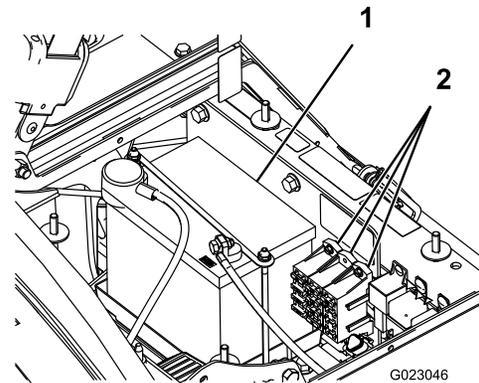

Figura 49
Hay 2 bloques de fusibles y 1 ranura vacía en el sistema eléctrico. Se encuentran debajo del asiento (Figura 49).
2. La batería está situada en el lado derecho de la máquina, detrás de la bomba (Figura 49).
5. Retire el dispositivo de sujeción y las fijaciones de la batería (Figura 49).
2. Instale el dispositivo de sujeción de la batería y fíjelo con las fijaciones que retiró anteriormente (Figura 49).
4. Instale la cubierta de la batería y fíjela con los 2 pomos (Figura 49).
1. Afloje los pomos a los lados de la caja de la batería y retire la cubierta de la batería (Figura 49).